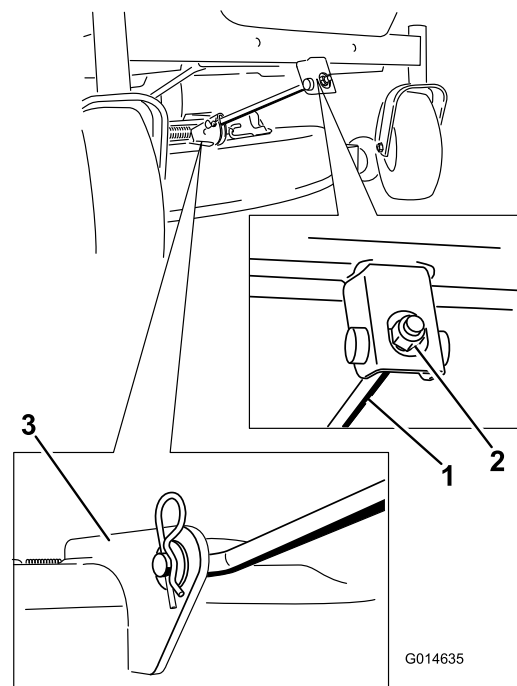

Figure 59
- Retirez la goupille fendue de la tige de support avant et déposez la tige du support de tablier (Figure 59). Abaissez doucement l'avant du tablier de coupe au sol.
6. Fixez la tige de support avant au tablier de coupe à l'aide de l'axe de chape et de la goupille fendue (Figure 59).